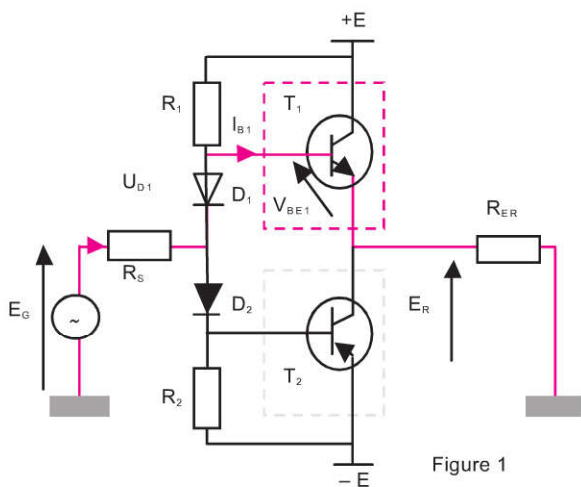
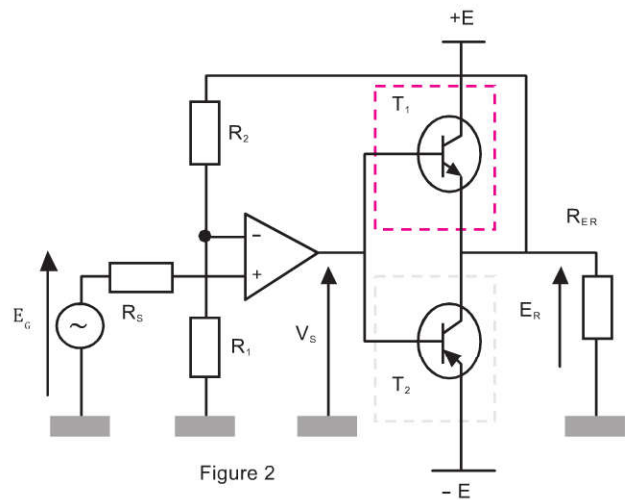

Figure 1
Figure 2
► **Amélioration par utilisation de diodes (figure 1)**
► **Amélioration par utilisation d'un ALI (figure2)**
Les deux figures ci-dessous nous placent dans le cas de canaux de type N. La figure 1 concerne les MOS appauvris et la figure 2 les enrichis. On parle toujours de canal N pour les